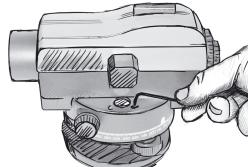

Abb. 8
- e) Wiederholen Sie den Vorgang, bis die Libellenblase auch bei Drehungen des Geräts zentriert bleibt (Abb. 8).